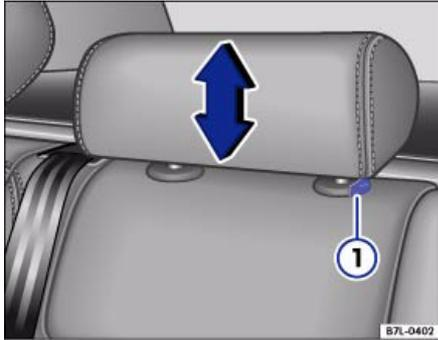

Abb. 55 Mittlere Kopfstütze einstellen oder ausbauen
- Drücken Sie die Taste ⇒ Abb. 55 ①, um die Kopfstütze **nach unten** zu schieben.
- Drücken Sie die Taste ⇒ Abb. 55 ①.